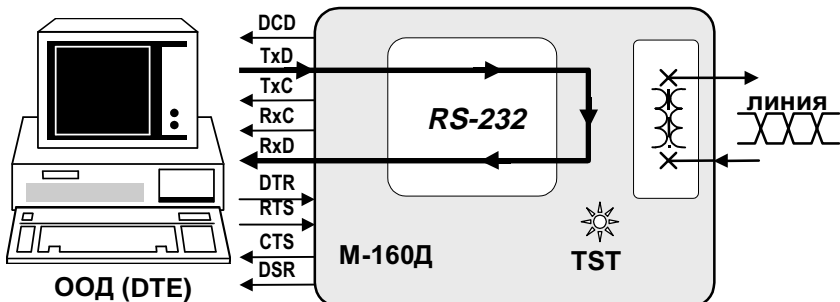

Рис. 9 Местный шлейф (LL)
Суть проверки *Местный шлейф (LL)* показана на Рис. 9. Данные, поступающие в модем из ООД (DTE) через RS-232, проходят через все основные узлы модема и возвращаются в ООД (DTE) через RS-232. Данные от физической линии игнорируются.